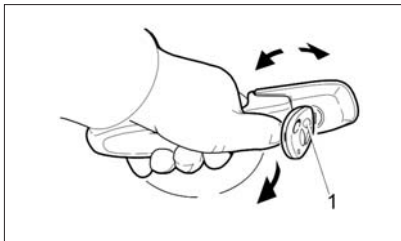
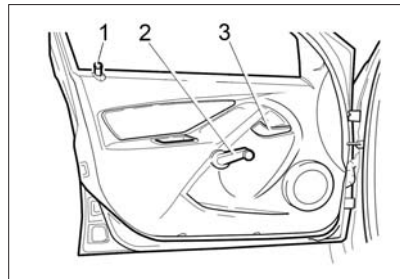

Рис. 3. Открывание двери
Рис. 4. Передняя левая дверь
**Передние двери** блокируются: снаружи – ключом 1 (рис. 3) или **(в варианном исполнении)** пультом дистанционного управления; изнутри – нажатием на кнопку блокировки 1 («утапливанием») (рис. 4, 5) в двери или **(в варианном исполнении)** кнопкой  в модуле двери водителя (рис. 6б). Блокировать замок можно только при закрытых дверях.